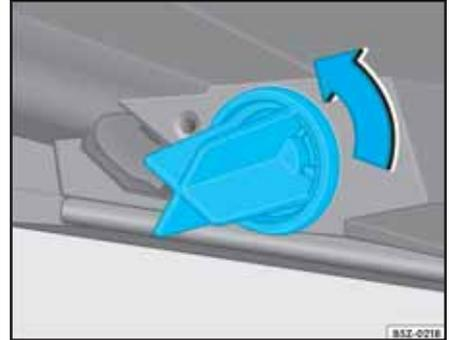

Fig. 186 Portalámparas de la lámpara del indicador de dirección delantero
- Gire el portalámparas en sentido contrario a las agujas del reloj ⇒ fig. 186 y retírelo del alojamiento.